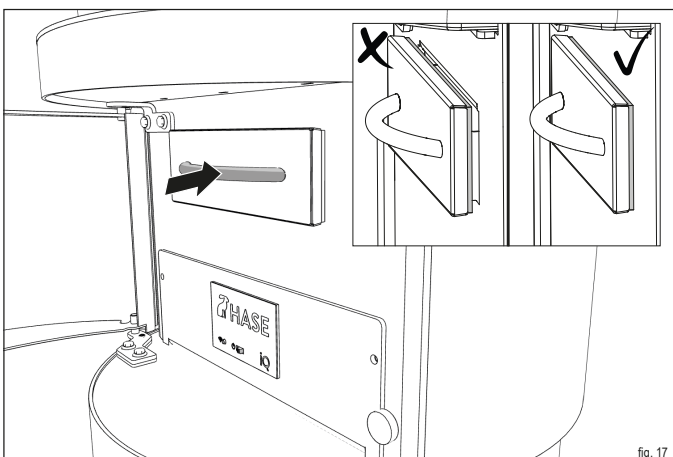

fig. 17
Durante l'inserimento assicurarsi che il cassetto di raccolta della cenere collida con la guarnizione (fig. 17). Si eviterà in tal modo di interferire con il processo di combustione a causa di un'alimentazione scorretta dell'aria. Per rimuovere il cassetto di raccolta della cenere procedere come segue:
- ✓ Spingere il cassetto di raccolta della cenere di nuovo nell'apertura in modo tale che esso collida con la guarnizione (fig. 17).
- ▶ **Spingere il cassetto di raccolta della cenere di nuovo nell'apertura (fig. 17).**